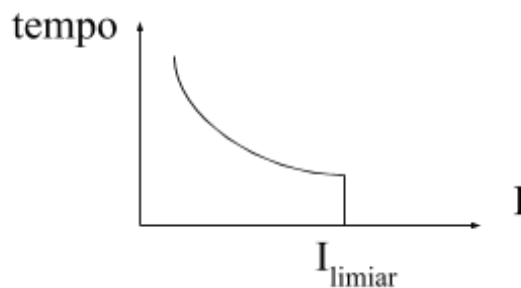

Figura 3 - Limiar de atuação da proteção magnética
- 2.2. Determinar aproximadamente o limiar de atuação da proteção magnética do disjuntor de 15 A. Para isso, utilizar o alicate amperímetro com a opção “Peak hold” ativada, energizar o circuito e verificar o número de ciclos até a atuação do disjuntor. O tempo de atuação do disjuntor é medido pelo contador de ciclos (1 ciclo = 1/60 s). Iniciar o experimento com uma corrente elevada (maior que 50 A) e observar que a abertura do disjuntor é imediata. A partir desse ponto, diminuir o valor da corrente até a obtenção de uma corrente mínima ( $I_{limiar}$ ) onde a abertura do disjuntor continua imediata, conforme ilustrado na figura 3. Observação: um tempo de atuação de 2 segundos ou menos já é considerado imediato para um disjuntor dessa categoria.